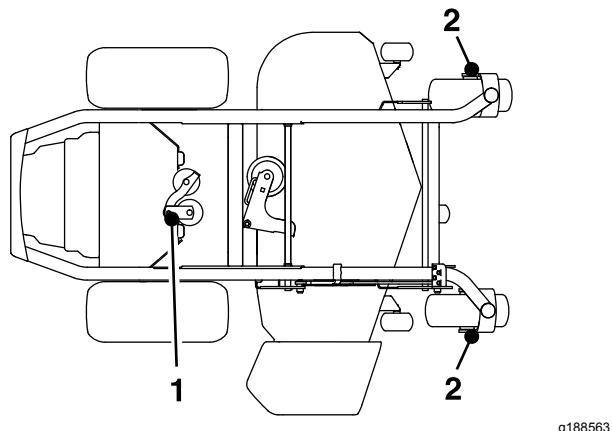

図 41
3. ポンプのアイドラプーリのピボットにグリスガンで2押しほどグリスを注入する図41。
4. 前キャスターアクスルにグリスを注入する図41。